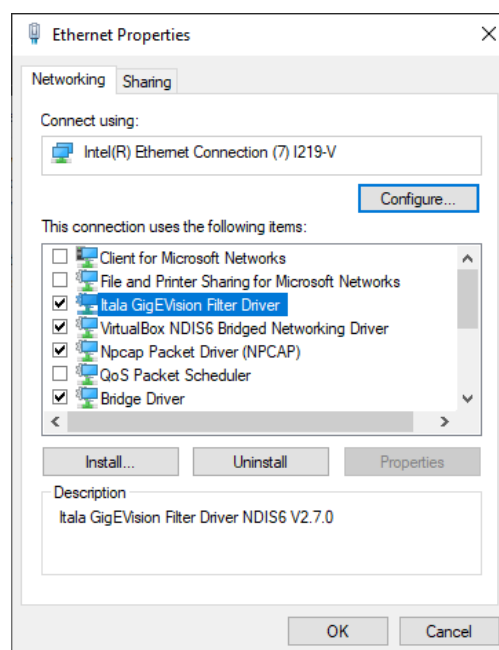

Figure 14: Erfolgreich installierter filter driver.
Sie können die erfolgreiche Installation des filter driver im Eigenschaftenfenster Ihrer Ethernet-Verbindung überprüfen. Navigieren Sie zu *Control Panel > Network and Sharing Center > Change adapter settings*, klicken Sie mit der rechten Maustaste auf Ihre Ethernet-Verbindung und wählen Sie *Properties*. Auf der Registerkarte *Networking* sollte der Eintrag filter driver mit einem aktivierten Kontrollkästchen angezeigt werden, wie in Fig.14 dargestellt.
4. Nach Abschluss der Installation erscheint der filter driver im NIC-Eigenschaftenfenster (Fig.14).